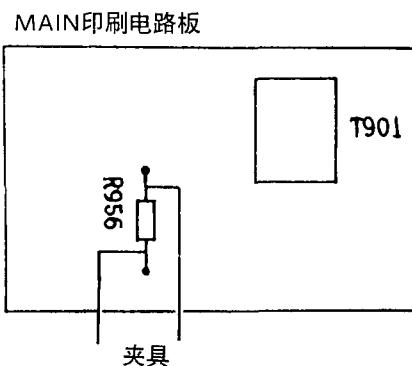
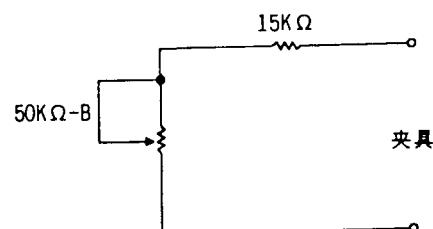

图1
图3
5. 把设定开关关掉，然后把图3所示的夹具接在图1所示的R956的两端。